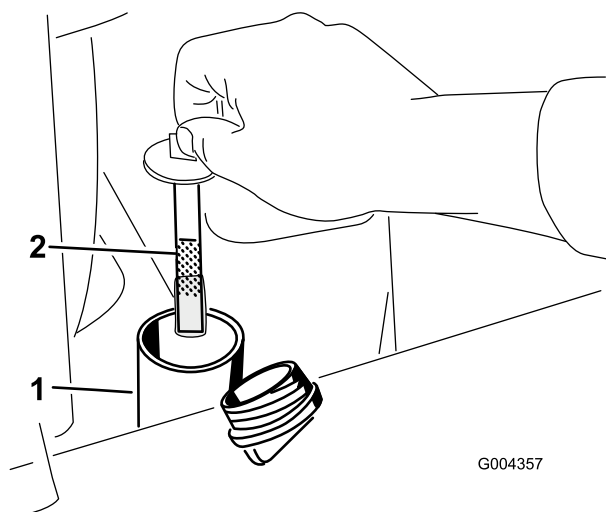

Figure 57
5. Enlevez le bouchon et la jauge du réservoir hydraulique (Figure 57).